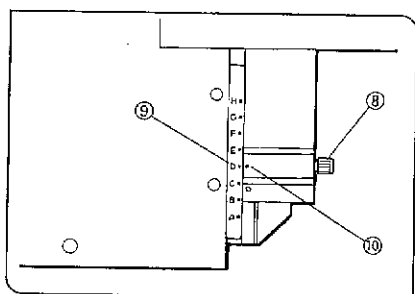

図 61
- 3) 縦指標固定つまみ⑧をゆるめ、縦指標を移動し、目盛(●)⑨に指標(●)⑩合わせ、縦指標固定つまみを締付けます。(図61)